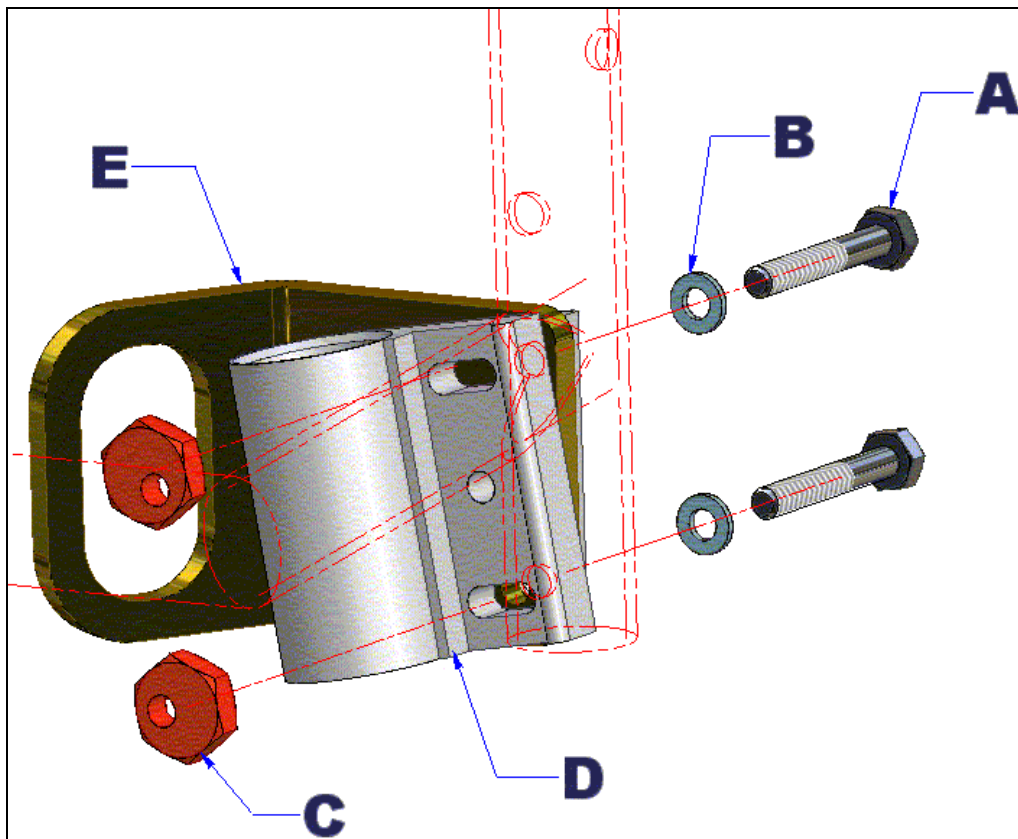

Figure 23-A : Installation des anneaux d'ancrage AVANT.
Il y a (2) deux anneaux d'ancrage à l'avant du fauteuil. Voir la figure 23-A pour le montage ;
1. Dévisser et enlever les boulons (A) et écrous (C), à l'aide d'une *clé hexagonale 5 mm* et faire attention de ne pas perdre les rondelles (B) ;
2. Placer l'anneau d'ancrage (E) contre l'appui-circulaire comme sur la figure 23-A ;
3. Repositionner les boulons (A), les écrous (C) et les rondelles (B) et visser l'ensemble juste assez pour avoir encore un jeu entre les pièces ;
4. Utiliser une équerre à 90°, placer un des côtés sur le sol et l'autre coté sur la face avant de la bride de fourche (D).